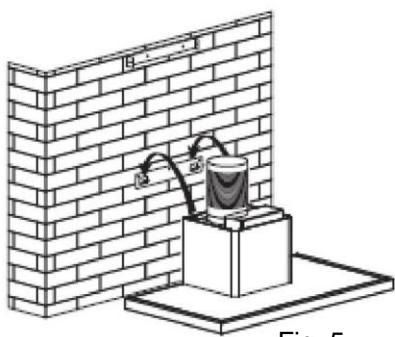

Fig. 5
5. Ponha o exaustor do fogão no gancho. Em seguida, ajustar a posição e fixar o corpo com parafusos de segurança. Nota: As duas ventilações de segurança estão posicionadas na caixa traseira, com diâmetro de 6 mm. Ver Fig. 5 e 6.